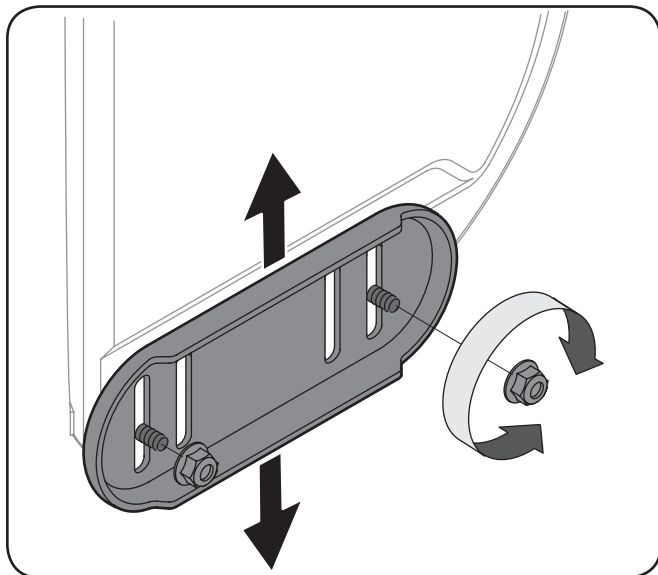

Figura 3-20
1. Afloje las cuatro tuercas hexagonales (dos en cada lado) y los pernos del carro. Mueva las zapatas antideslizantes a la posición deseada. Vea la Figura 3-20.